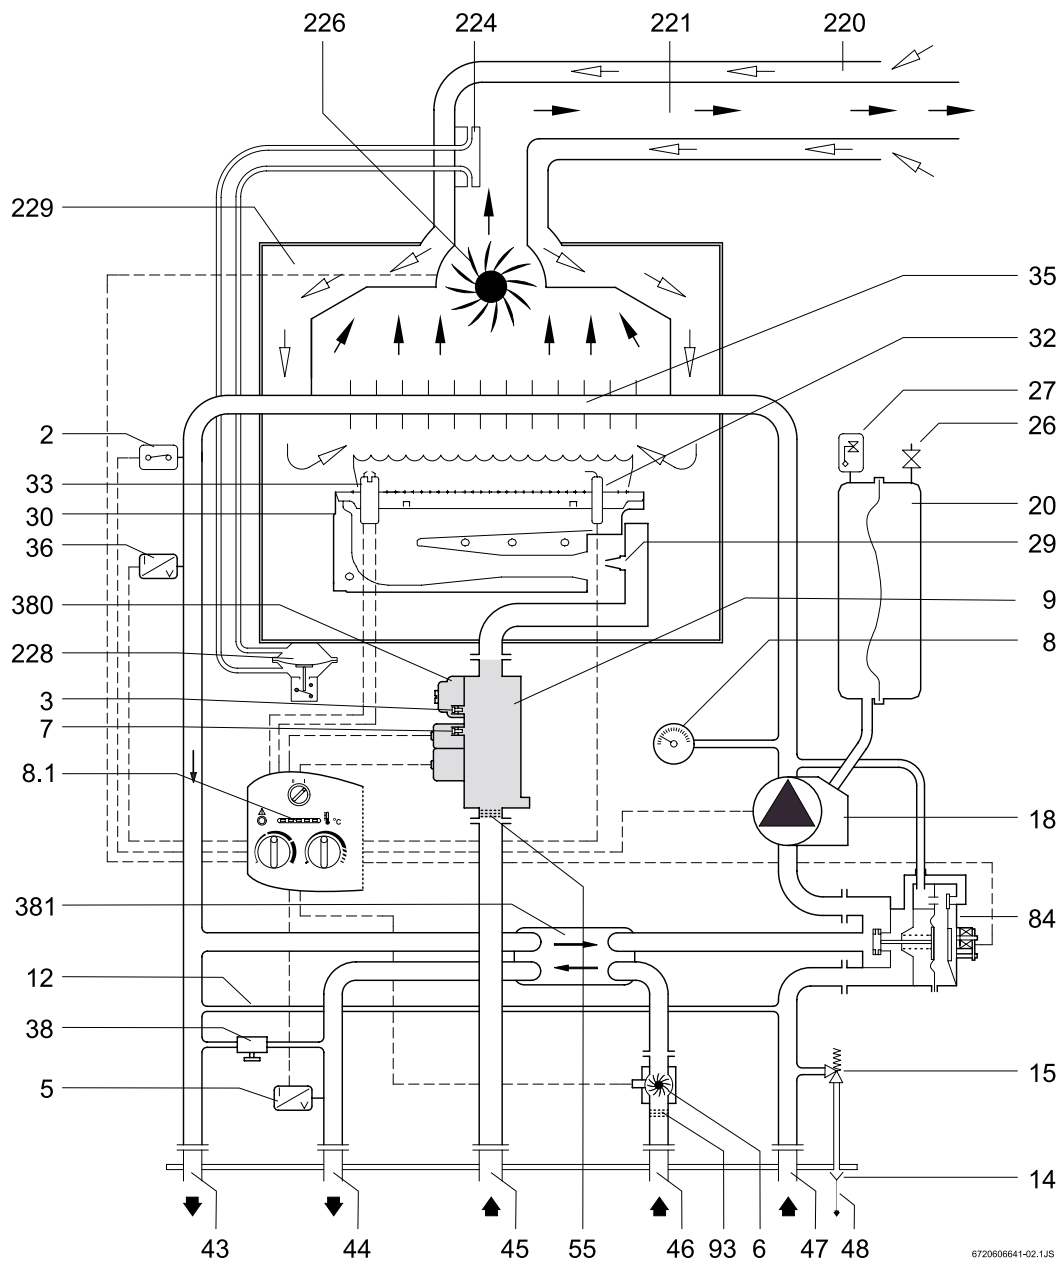

Fig. 2
Si ottiene così l'accensione del bruciatore alla minima potenza, l'elettrodo di ionizzazione rileva la corretta presenza di fiamma; l'emissione di scintille termina e l'apparecchio si posiziona alla potenza termica impostata. (per i riferimenti vedere figure 2 e 3).
Tramite l'apposito sensore NTC (5) la scheda elettron-ica rileva la temperatura di uscita dell'acqua calda sani-taria ed effettua la modulazione in base alla portata d'acqua ed alla temperatura impostata dal cliente. (per i riferimenti vedere figure 2 e 3).